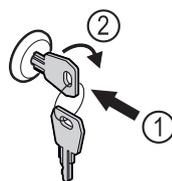

Fig. 91
- ▶ Insérer la clé Fig. 91 (1).
- ▶ Tourner la clé à 90° dans le sens horaire Fig. 91 (2).